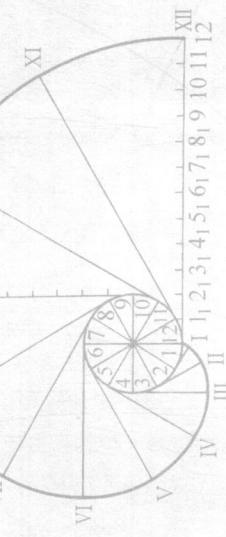

图 2-5 根据长、短轴 AB 、 CD 用同心圆法作椭圆
- 1) 已知椭圆的长、短轴 AB 、 CD , 用同心圆法作椭圆, 如图 2-5 所示。